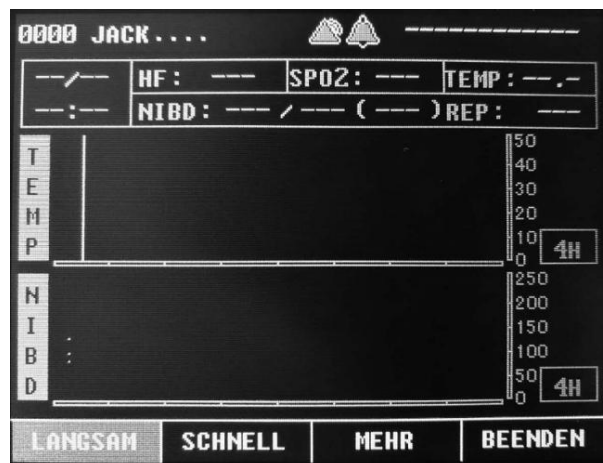

Abbildung 7.4
(2) Die zweite Seite für die Trendseiten von “TEMP” und “NIBD”, wie in Abbildung 7.4 darstellt